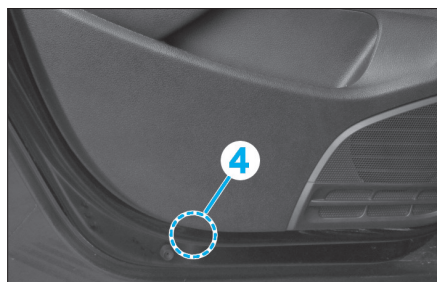

FIG. 63
- Déposer la vis (4) (Fig.63).